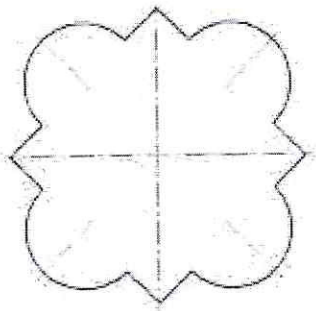

Рис. 3
7. Стереть части сторон квадрата между концами дуг, используя кнопку **Усечь кривую** (рис. 3).